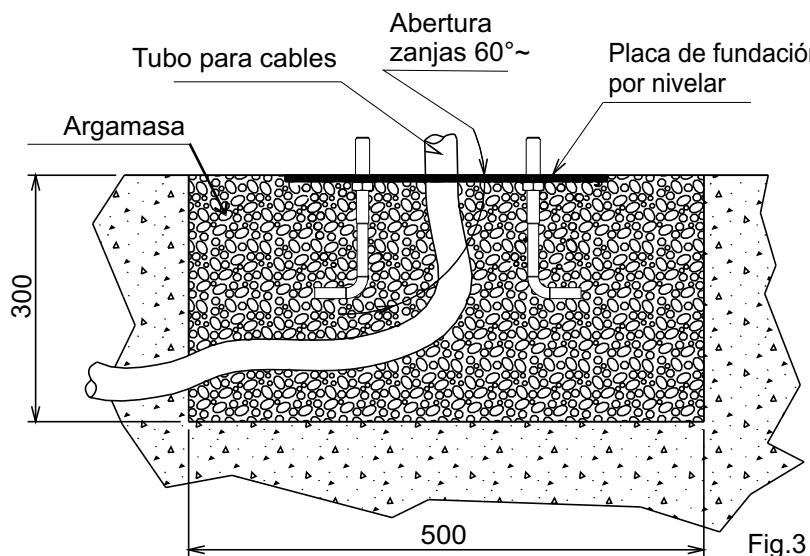

Fig.3
- Alargar las zanjas de la placa de fundación aprox. a 60° (Fig. 3).
- Rellenar la zanja con argamasa R425 y posicionar la placa de fundación como en Fig. 3.